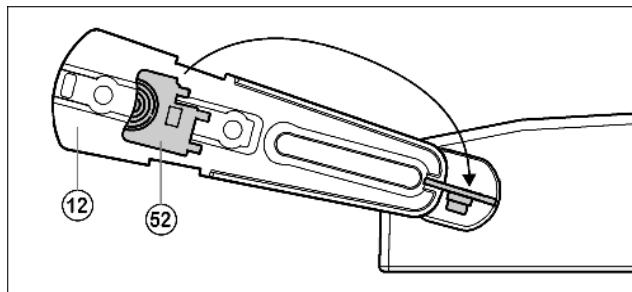

Fig. 11
- ▶ Отсоедините входящий в объем поставки шаблон *Fig. 11 (52)* от опорного кронштейна и заблокируйте им опорный кронштейн *Fig. 11 (12)* и втулку от поворота.